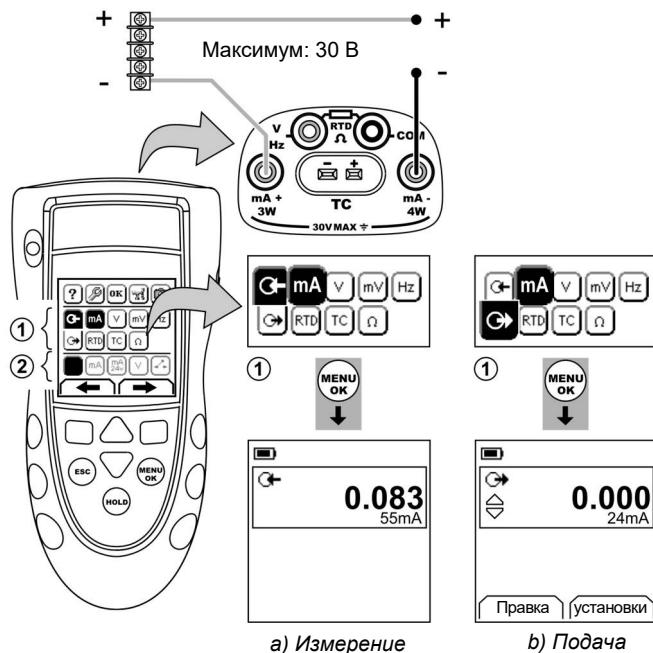

Рисунок 1: Пример конфигурации - Для измерения/подачи mA с внешним питанием петли (Область ①)
1. Подключите прибор (Рисунок 1, 2 или 3), и при необходимости, отрегулируйте Настстройка (Таблица 1).